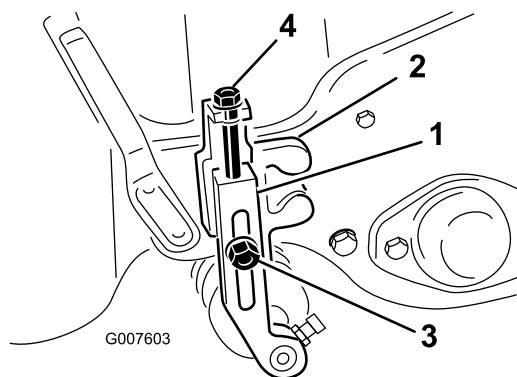

図 41
2. 刈り高アームを刈り高ブラケットに固定しているロックナットをゆるめる（図 41）。